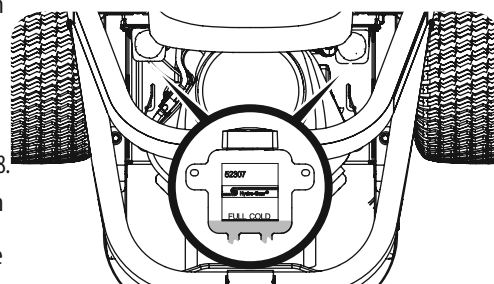

Figure 38
1. Nettoyez le bouchon du réservoir et la zone autour du bouchon pour que les débris ne contaminent pas l'huile. Voir Figure 38.
2. Tournez le bouchon dans le sens anti-horaire pour le retirer, puis vérifiez le niveau d'huile. Il doit y avoir de l'huile au fond de la cuvette, cependant le niveau d'huile NE doit PAS dépasser la marque PLEIN FROID (FULL COLD). Voir Figure 38. NE REMPLISSEZ PAS CE RÉSERVOIR.
1. Retirez le bouchon du réservoir d'expansion de l'huile de la transmission. Voir Figure 38.